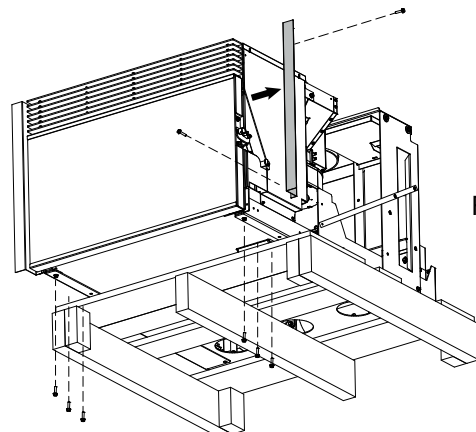

Fig. 6.1.4
5. Dévisser les six boulons de fixation des guides au de la machine et retirer la bandelette latérale droite (Fig. 6.1.4).
17. Remonter la bandelette latérale droite préalablement retirée (Fig. 6.1.4).